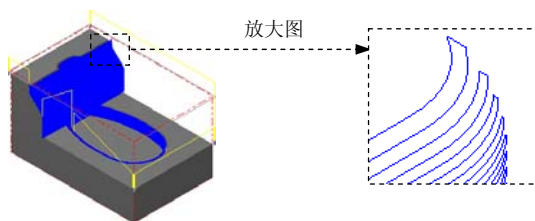

图 3.16 刀具路径
(1) 完成上步操作后，在“曲面精加工等高外形”对话框中的 **刀具路径参数** 选项卡的列表框中显示出 Step4 选择的刀具，双击该刀具，系统弹出“定义刀具-机床群组-1”对话框。
(2) 设置刀具号码。在“定义刀具-机床群组-1”对话框中的 **刀具号码** 文本框中，将原有的数值改为 3。
(3) 设置刀具的加工参数。单击“定义刀具-机床群组-1”对话框中的 **参数** 选项卡，在 **进给速率** 文本框中输入值 400.0，在 **下刀速率** 文本框中输入值 200.0，在 **提刀速率** 文本框中输入值 500.0，在 **主轴转速** 文本框中输入值 2200.0。
(4) 设置冷却方式。在 **参数** 选项卡中单击 **Coolant...** 按钮，系统弹出“Coolant...”对话框，在 **Flood**（切削液）下拉列表中选择 **On** 选项。单击该对话框中的 **✓** 按钮，关闭“Coolant...”对话框。
Step9. 单击“曲面精加工等高外形”对话框中的 **✓** 按钮，完成加工参数的设置，此时系统将自动生成图 3.16 所示的刀具路径。